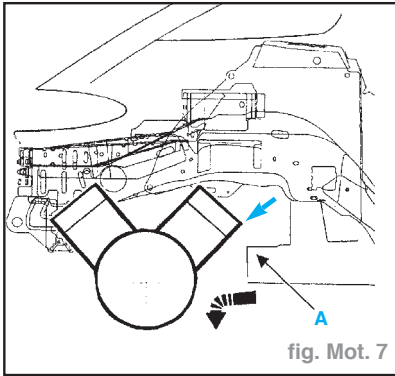

fig. Mot. 7
- Attention au dégagement du câble de commande de transmission automatique pendant la sortie et à l'interférence entre la culasse arrière et le bord droit du berceau en (A) (fig. Mot. 7).